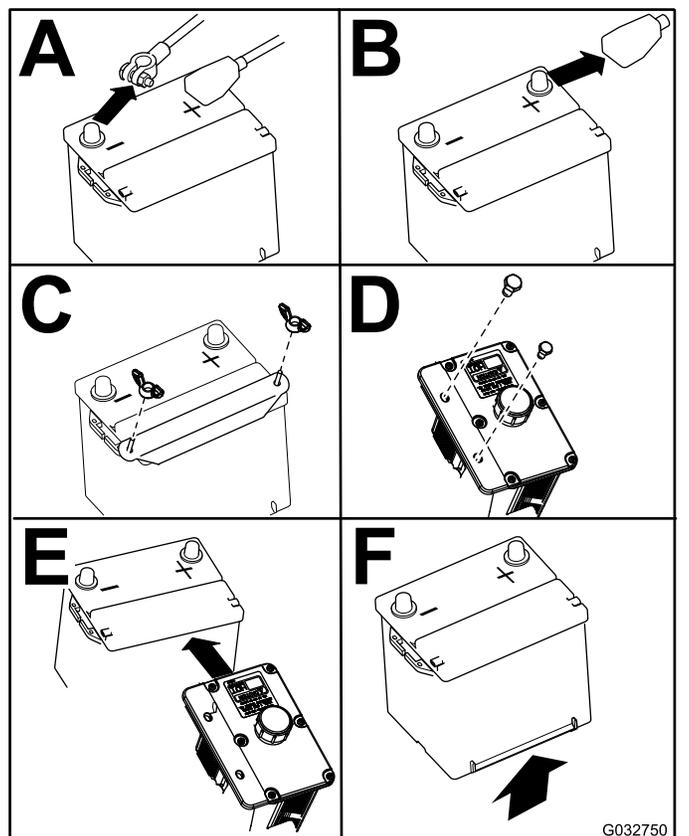

Figura 73
4. Rimuovete la batteria come illustrato nella Figura 73.